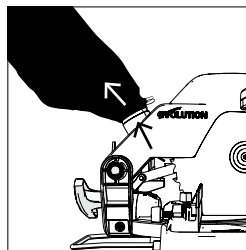

Fig. 31
- Faites glisser le sac à poussière sur l'orifice d'aspiration de la poussière, veillez à ce que les pinces à ressort agrippent le port tenant le sac à poussière en place. (Fig. 31).